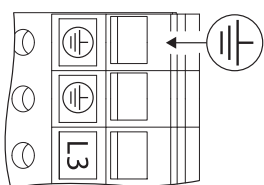

Fig. 29: Ekstra jordforbindelse
- På grund af den forøgede afledningsstrøm ved motorer fra 11 kW skal der iht. **EN 61800-5-1:2008-04** tilsluttes en forstærket jordforbindelse (se fig. 29).